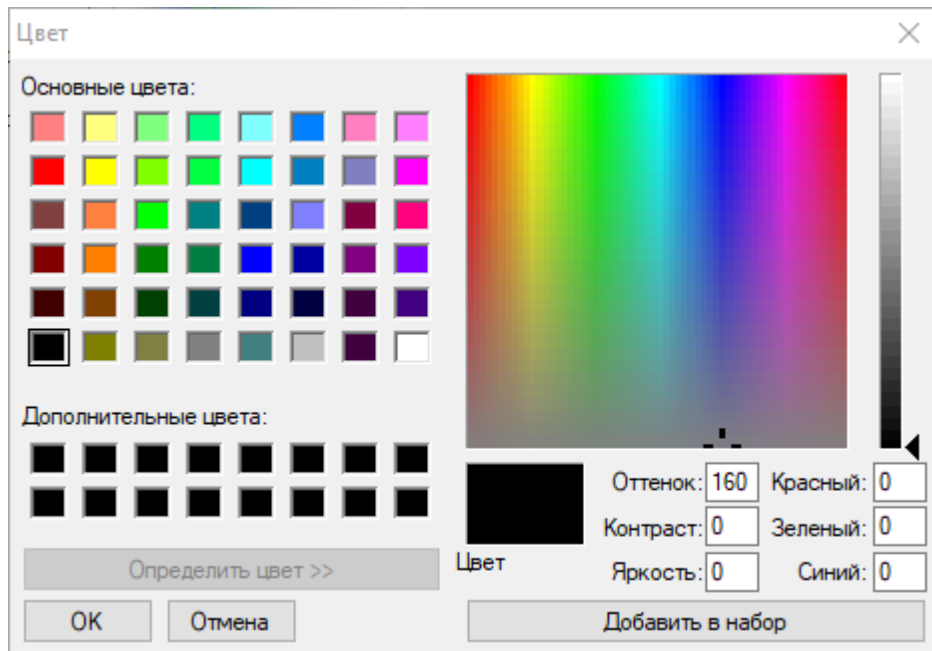

Рисунок 27. Настройка цвета фона.
-  нажатие на эту кнопку вызывает стандартное диалоговое окно настройки цвета фона (рисунок 27).